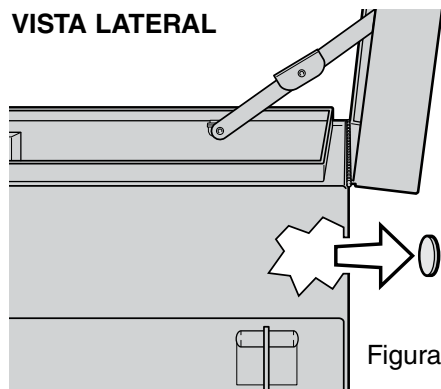

Figura 4
2. Con el destornillador y el martillo, remueva cuidadosamente la "tapa circular precortada" desde el interior de la caja de modo que el anillo metálico caiga fuera de la caja (figura 4).